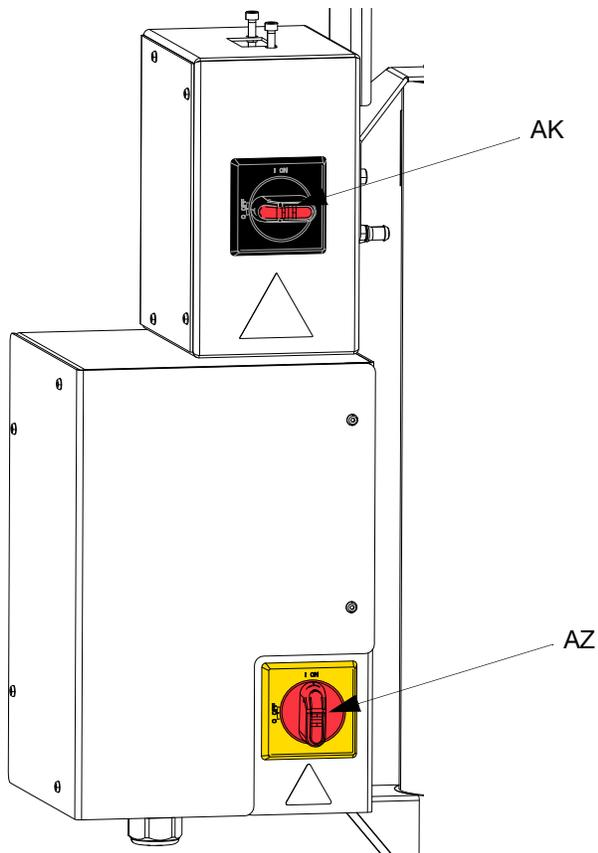
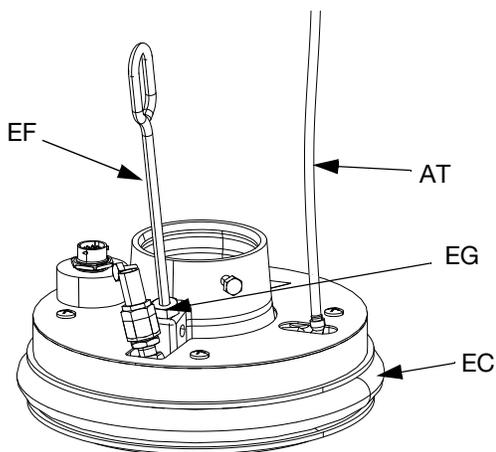

Fig. 37. Desconexión de la alimentación eléctrica
FIG. 40
Si el plato (AD) no sale fácilmente del cubo cuando se alza la bomba, es posible que el tubo auxiliar de aire (AT) o la válvula de retención (416) estén obstruidos. Una válvula obstruida impedirá que el aire llegue a la parte inferior del plato para ayudarlo a alzarse y a salir del cubo. Consulte la FIG. 40 en la página 44.
1. Apague el controlador eléctrico (AB):
- a. Si utiliza un sistema de suministro con elevador simple, apague el interruptor de desconexión rojo (AZ). Consulte la FIG. 37.
- b. Si utiliza un sistema de suministro con elevador simple calefactado, apague el interruptor negro de la caja de conexiones de alimentación (AK). Consulte la FIG. 37.
- c. Si utiliza un sistema de suministro con elevador en tándem a temperatura ambiente, apague el interruptor rojo de la caja de conexiones (AK) en la unidad de suministro del elevador que solo requiera un cambio de bidón. Consulte la FIG. 37.
- d. Si utiliza un sistema de suministro con elevador en tándem calefactado, apague el interruptor de desconexión negro (AZ) en la unidad de suministro del elevador que solo requiera un cambio de bidón. Consulte la FIG. 37.